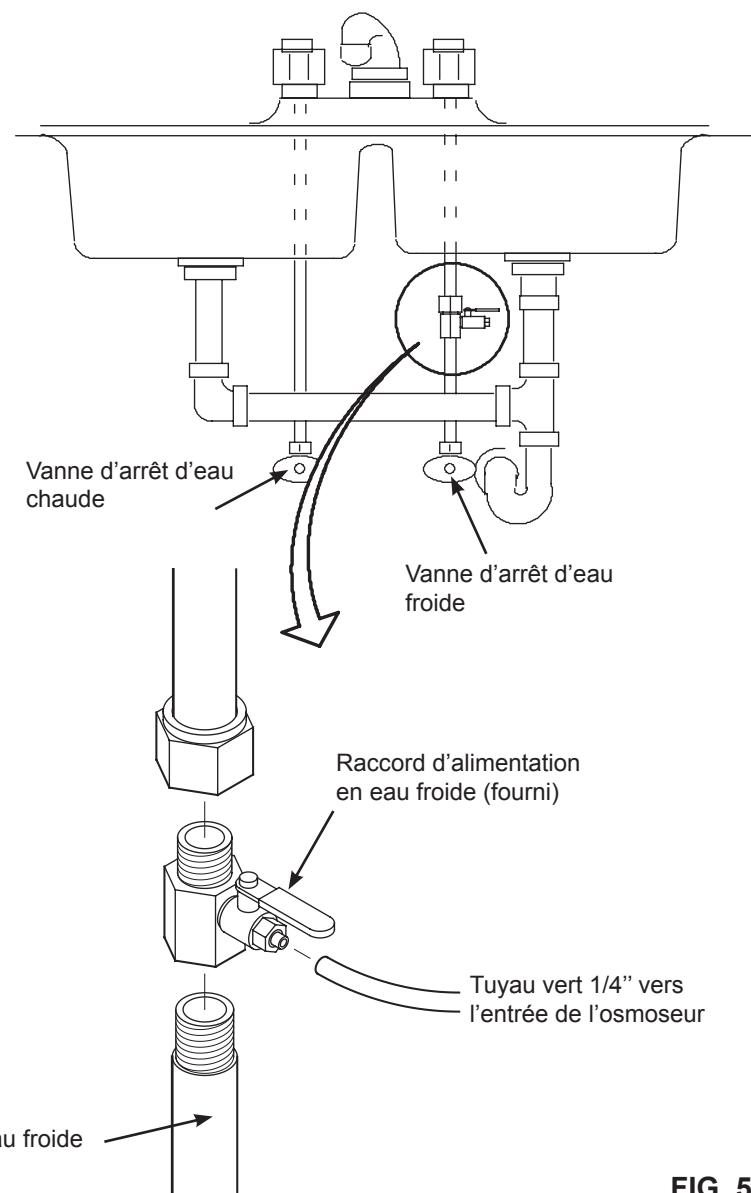

FIG. 5
1. Avant de commencer, fermez les robinets d'arrivée d'eau froide et d'eau chaude (cf Figure 5).
Le raccord doit comporté un connection 1/4"(6.35 mm) au tuyau de l'osmoseur, cf figure 20. Une installation type, avec des raccords de plomberie standards est illustrée en Figure 5.
IMPORTANT: Avant de commencer, fermez les robinets d'arrivée d'eau froide et d'eau chaude (cf Figure 5). Utilisez un seau pour récupérer l'eau lorsque vous dévissez les tuyaux.
En accord avec les normes de plomberie, installez un raccord sur le tuyau d'arrivée d'eau froide pour insérer ensuite un tuyau en 1/4" (6.35 mm). Une connection type est illustrée en Figure 5. Vous pouvez utiliser des raccords en soudure ou filetés. Si vous utilisez des raccords filetés, assurez-vous d'utiliser des joints de tuyaux ou du Teflon sur le filetage extérieur.